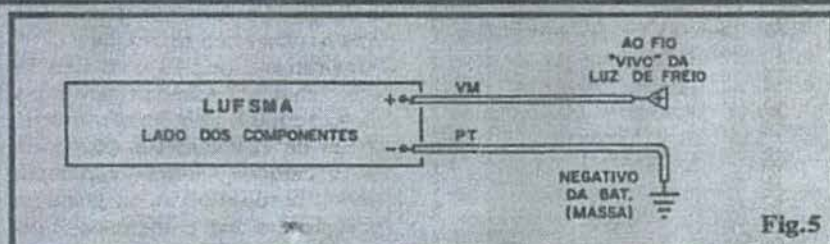

Fig.5
- FIG. 5 - CONEXÕES EXTERNAS À PLACA - LIGAÇÕES DE INSTALAÇÃO FINAL DA LUFSSMA - São apenas dois os fios que vão da placa ao circuito elétrico original do veículo... Do ponto (-) da LUFSSMA (a placa é vista, na figura, ainda pelo lado não cobreado...) um cabo (de preferência preto, como é convencional) deve ser ligado à "massa" ou chassis (negativo da bateria...) e do ponto (+) um cabo vermelho será levado ao terminal "vivo" de uma das lâmpadas de freio normais do veículo (aquele que recebe os 12V positivos quando o pedal é acionado...). As ligações de instalação final serão abordadas, ainda mais à frente (fig. 8).
culo, formado pelo par de luzes "normais" de freio, interruptor acoplado ao pedal, etc., juntamente com a conexão (muito simples) da LUFUMA... Notem que, com exceção da conexão de "massa" (negativo), a LUFUMA precisa apenas de ter um cabo ligado ao terminal "vivo" de uma (qualquer das duas...) lâmpada normalmente acionada pelo pedal do freio... É muito fácil acessar esse terminal, simplesmente removendo provisoriamente a cobertura, por dentro do porta-malas (ou do próprio compartimento do motor, no caso de carros com motor traseiro...), com o que ficará visível a parte traseira (conexões) do conjunto formado pelas lanternas, luzes de direção e luzes de freio. Identifique-se experimentalmente qual terminal corresponde à luz de freio (basta acionar o pedal, e verificar se a LUFUMA dá o seu aviso luminoso em sequencial convergente, ou não...) e pronto! Basta fazer a conexão definitiva, bem isolada e firme, puxando o fio pelo conveniente "caminho", passando-o pela tampa que normalmente existe atrás do banco traseiro do veículo! A ligação de "massa" poderá ser feita, com cabo mais curto, a qualquer ponto correspondente ao negativo do sistema elétrico, ou seja: ao "chassis" do veículo, conforme indicam as figs. 5 e 8...